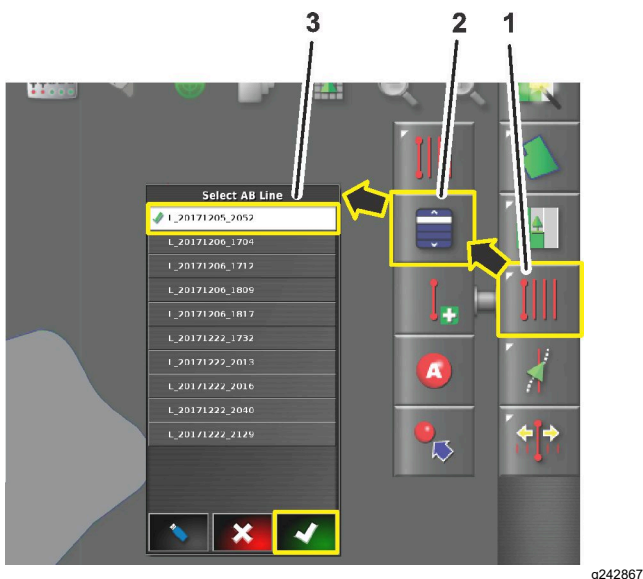

図 19
1. ガイドラインメニューアイコン 図 19を押します。
4. 直線または曲線のガイドラインの場合は、ABまたは曲線のガイドラインの選択ガイダンスアイコン (図 19) を押します。
5. 希望のガイドライン名のボックスを押し、確認アイコン (図 19) を押します。